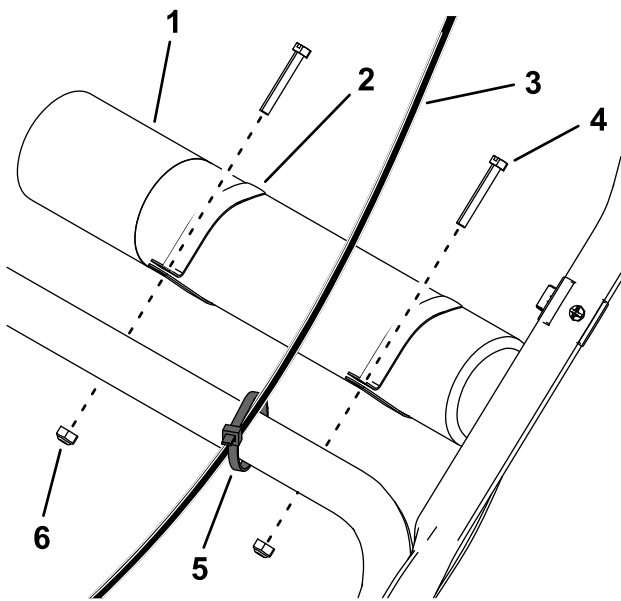

Figura 4
2. Sujete el cable del acelerador sobre el mango inferior con una brida (Figura 4).
- Deslice las abrazaderas en el tubo del *Manual del operador* e instálelo sobre el mango inferior con 2 pernos de cabeza ranurado y 2 contratuercas (Figura 4).